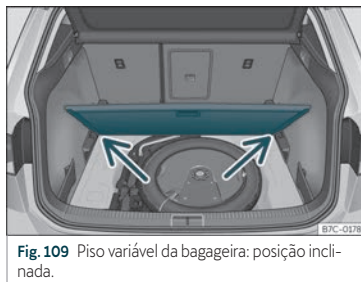

Fig. 109 Piso variável da bagageira: posição inclinada.
- Apoie o piso sobre os alojamentos previstos para o efeito »» **Fig. 109** (setas).